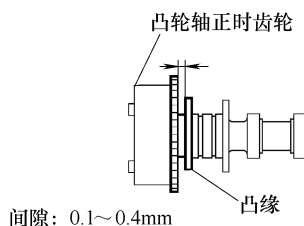

图 1-200 测量齿轮与凸轮轴间的间隙
① 将凸轮轴正时齿轮和凸轮轴安装在一起, 直销和键槽不对准。
② 转动凸轮轴正时齿轮, 同时将其轻轻压向凸轮轴。将直销进一步推入键槽中。
③ 测量齿轮和凸轮轴之间的间隙, 如图 1-200 所示。